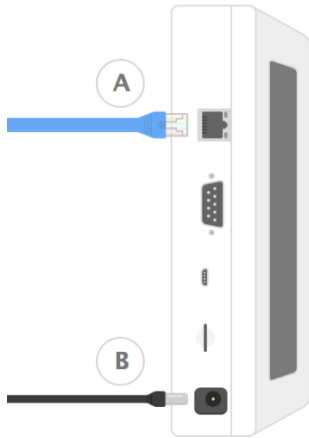

Figure 3 Connectez Gateway à NextCentury Cloud
1. Branchez le câble Ethernet dans le port Ethernet (Figure 3 - A).
2. Branchez l'alimentation électrique dans l'alimentation de 12 volts (Figure 3 - B).